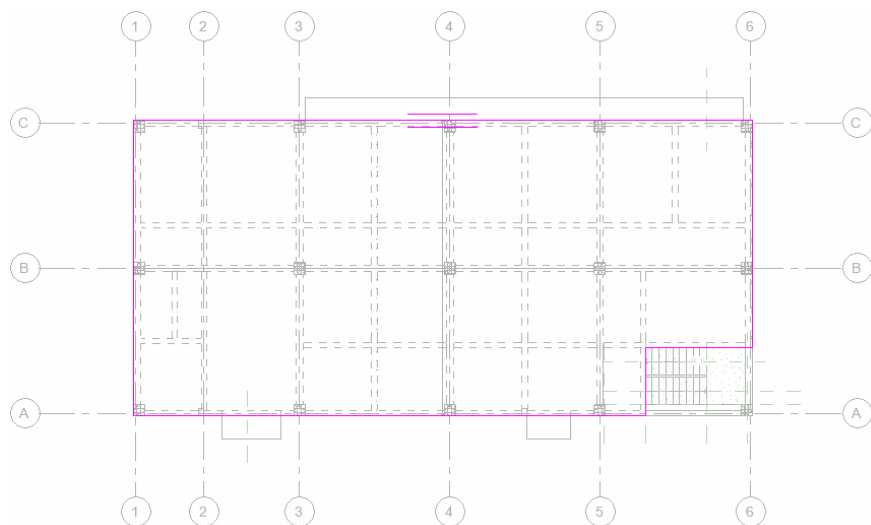

图 15-130 绘制边界
(1) 在“项目浏览器”中双击“结构平面”节点下的“二层”，将视图切换到二层结构平面视图。
(2) 选择二层楼板，在打开的“修改楼板”选项卡中单击“钢筋”面板上的“面积”按钮 。
(3) 打开“修改 | 创建钢筋边界”选项卡，单击“绘制”面板中的“线”按钮 ，绘制如图 15-130 所示的封闭钢筋边界。